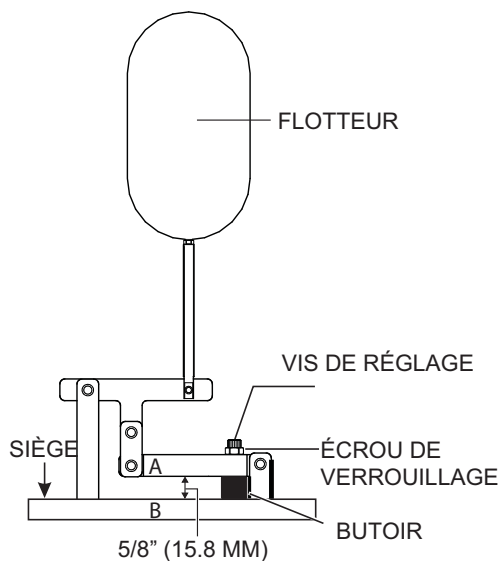

Figure 46. Réglage du flotteur
3. Mesurer l'écart entre les points "A" et "B" comme le montre la Figure 46. Cela se fait à l'aide du flotteur qui force le butoir en caoutchouc de se reposer légèrement contre le siège.